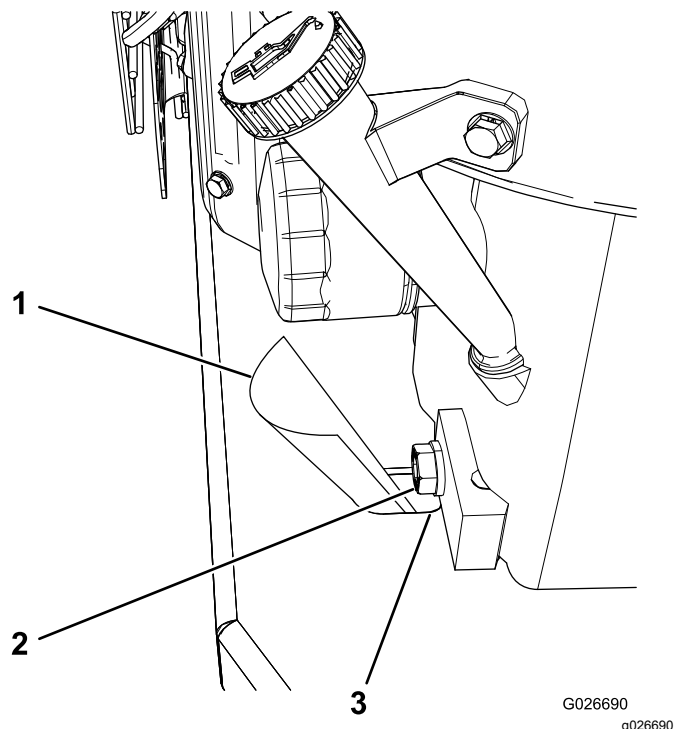

Рисунок 39
**Примечание:** Вставьте кусок бумаги или тонкого картона в сливное отверстие, чтобы отвести масло от монтажной пластины двигателя (Рисунок 39).